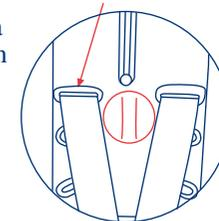
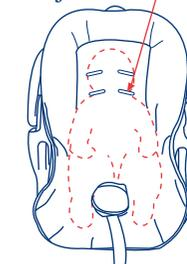

Fig. 31-1
Fig. 31-2
- 12.1.4) Quite el Asiento de Seguridad de la Base y de vuelta al Asa del Portabebé a la posición de no mecerse. Coloque a su niño en el Asiento de Seguridad de tal manera que las nalgas del niño estén hasta atrás y al fondo del asiento. (Ver Fig 32-1) Gire la perilla detrás del respaldo del asiento para subir o bajar el respaldo móvil y los tirantes del arnés. La perilla debe permanecer en posición vertical después del ajuste. (Fig. 31-1) Los Tirantes del Arnés deben estar parejos con o justo por debajo de los hombros del niño, (Fig. 31-2) **NO** use el Asiento de Seguridad con el arnés ajustado por encima de los hombros del niño ya que el niño ya que no estará sujeto seguramente en una vuelta forzada, una parada súbita o un accidente.
12.2) Asiento de Seguridad de Respaldo Fijo La versión de respaldo fijo del Asiento de Seguridad presenta tres ajustes de altura para los tirantes del arnés. **Los tirantes del arnés deben ser usados en las ranuras que coloquen los tirantes a la altura o un poco por debajo de los hombros de su niño.** (Ver Fig. 31-1) Los tirantes del arnés se ajustan de la siguiente manera: